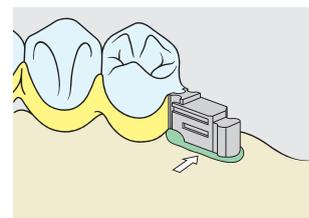

Fig. 6
**Nota:** Per evitare di danneggiare la parte funzionale della femmina si consiglia di proteggerla montando l'asse di trasferimento del sistema (072 616). Pulire le superfici interessate con il vaporizzatore ed evitare di toccarle con le dita. Prima di incollare la femmina proteggere la parte interna di quest'ultima applicando della vaselina per impedire l'eventuale infiltrazione della resina. Montare la femmina e scaricare i sottosquadri con della cera (Fig. 6). Applicare l'adesivo in uno strato sottile e privo di bolle d'aria su entrambe le superfici ed unirle. Per ulteriori informazioni consultare le istruzioni per l'uso dell'adesivo.
Prima di polimerizzare e incollare la femmina proteggere la parte interna di quest'ultima applicando della vaselina per impedire l'eventuale infiltrazione della resina. Inserire la femmina e scaricare i sottosquadri con della cera (Fig. 6). Ultimare il lavoro in resina secondo le procedure abituali della tecnica dentale.